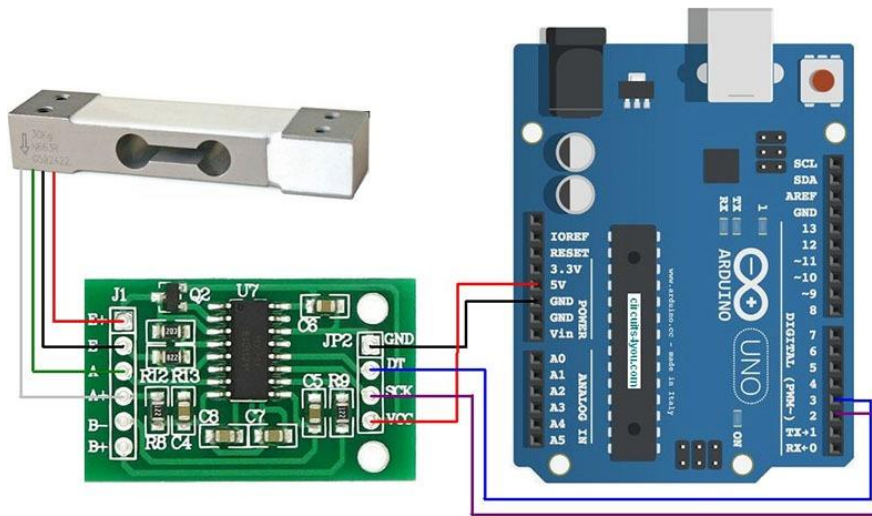

Figura 1. Diagrama de conexión de celda de carga, módulo HX711 y Arduino UNO.
- 1) Instalar la librería “HX711 master”. Realizar las conexiones que se indican en la figura 1.